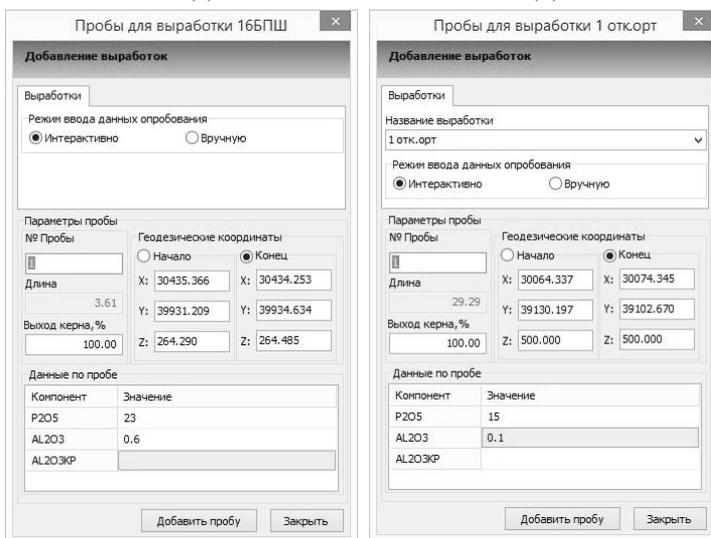

Рис. 1.36. Диалоговое окно для добавления проб в выработку:
1. Для того чтобы добавить пробы в конкретную выработку, необходимо выбрать каркасную модель выработки инструментом выбора объекта  (см. Часть I.6.2.1). Добавление проб осуществляется с помощью инструмента **Интерактивное опробование** . При открытии диалогового окна название выбранного объекта отображается в заголовке окна (рис. 1.36(а)).
2. Для добавления проб в выработку из геологической БД устанавливаем текущим объект **Пробы** инструментом выбора объекта  (см. Часть I.6.2.1). Добавление проб осуществляется с помощью инструмента **Интерактивное опробование** . В диалоговом окне название геологической выработки выбирается из списка **Название выработки** и отображается в заголовке окна (рис. 1.36(б)).